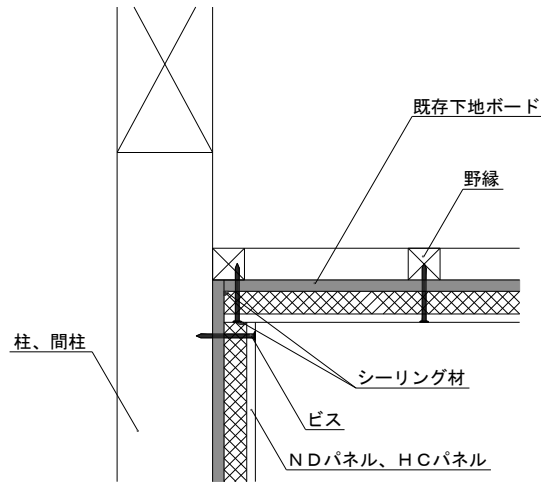

図9 壁―天井の入隅部納まり図（例）
② 入隅納まり図（例）〔壁―天井〕
- ・ 図9のように、天井については木下地材である野縁等にビス固定をしてください。